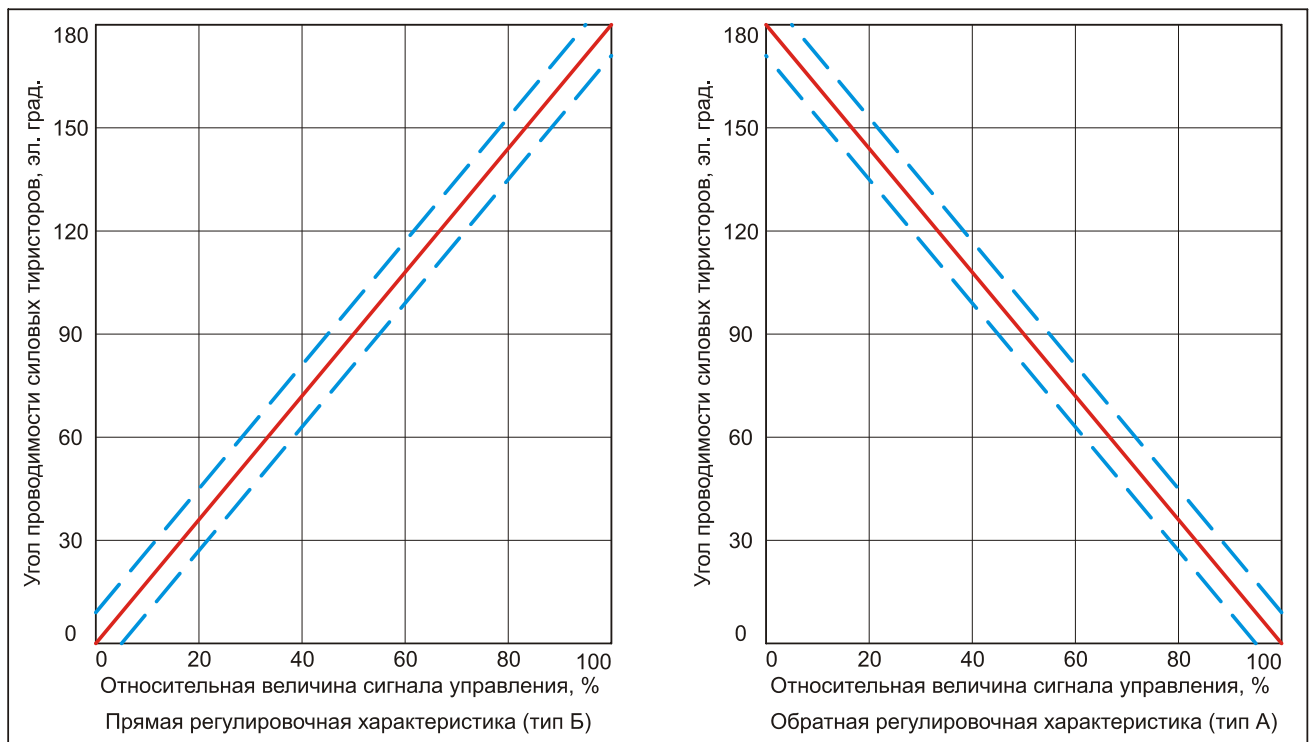

Рисунок 1 – Регулировочные характеристики
7. Тип регулировочной характеристики ( рисунок 1)	прямая (тип «Б») обратная (тип «А»)